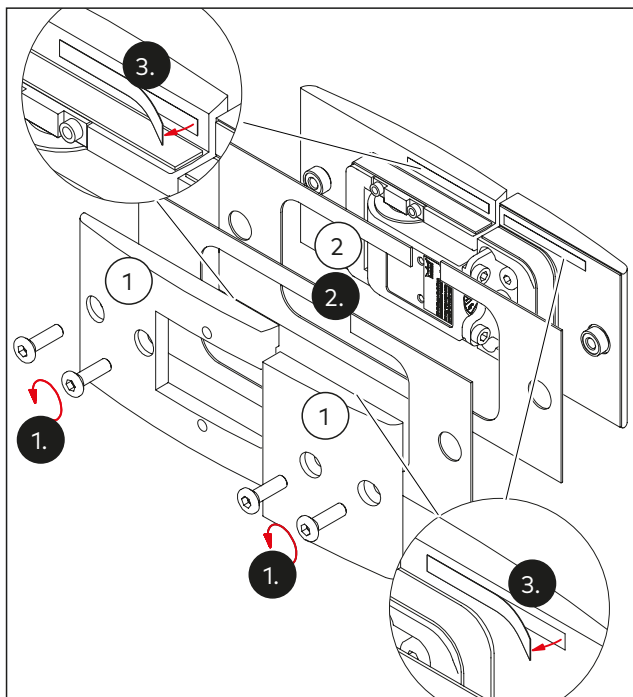

Abb. 26 Vorbereitung des Pendeltürbands
1. Die Gegenplatten (Abb. 26/1) abschrauben .
2. Die passenden Zwischenlagen (Abb. 26/2) nach Glasdicke auswählen (siehe Tabelle Kapitel 4).